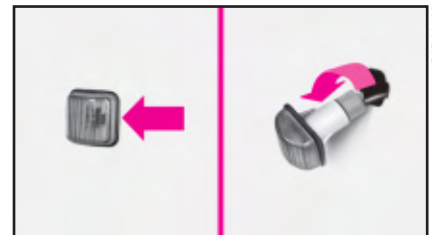

fig. 13
- 1) Duw de lichtunit in de aangegeven richting **fig. 13**